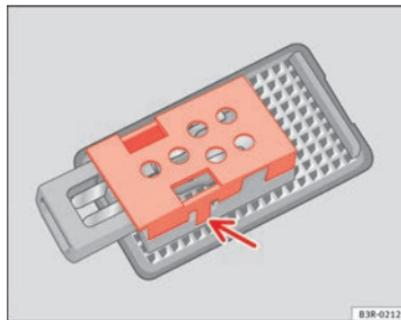

Fig. 225 Luz maletero
- Desmonte la tapa protectora y extraiga la lámpara del alojamiento ⇒ fig. 225.